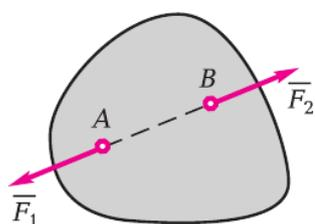

Рисунок 2.1
**Аксиома 1 (Равновесия двух сил).** Две, равные по величине силы, приложенные к одному телу и действующие по одной прямой в противоположные стороны, взаимно уравновешиваются (рис. 2.1).